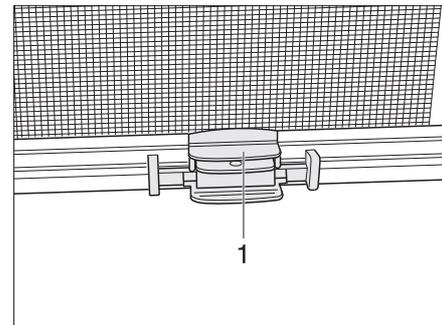

Bild 41 Rollo
- Abschluss-Stab (Bild 41,1) des Insektenschutzrollos in der Mitte greifen und zum Abschluss-Stab des Verdunklungsrollos führen.
- Abschluss-Stab (Bild 41,1) des Insektenschutzrollos halten und Rastklinge betätigen.